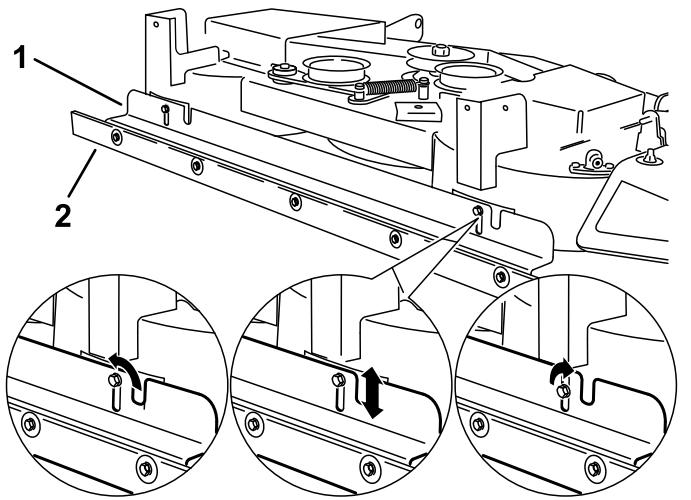

Figura 15
Para modificar el efecto de rayado de la carcasa de corte, eleve o baje la altura de la rasqueta ajustando la posición de la pletina de sujeción. Para obtener los mejores resultados, sitúe el borde inferior de la rasqueta 6 mm – 13 mm ($\frac{1}{4}$ " – $\frac{1}{2}$ ") por debajo del borde inferior de la carcasa (Figura 15).
- Afloje los 2 tornillos con arandela prensada (autorroscantes) que sujetan la pletina de sujeción (Figura 15).
- Para intensificar el efecto rayado, baje la pletina de sujeción hasta obtener el efecto deseado (Figura 15).
- Para disminuir el efecto rayado, eleve la pletina de sujeción hasta obtener el efecto deseado (Figura 15).
- Apriete los 2 tornillos con arandela prensada (autorroscantes) que sujetan la pletina de sujeción (Figura 15).